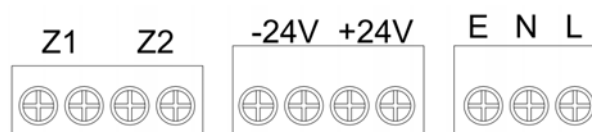

图 5 外接端子示意图
- 3、接线：将需要接入的导线穿过电源上盖或后侧的敲落孔，按照如下的端子说明连接（如图 5）。